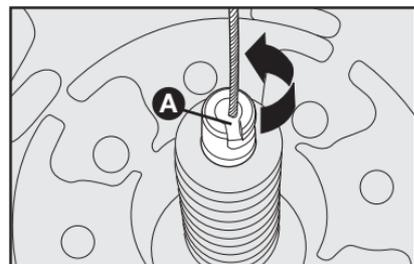

fig. 8
- Girar a extremidade do cabo de segurança **A-fig. 8** para soltar a roda sobressalente.